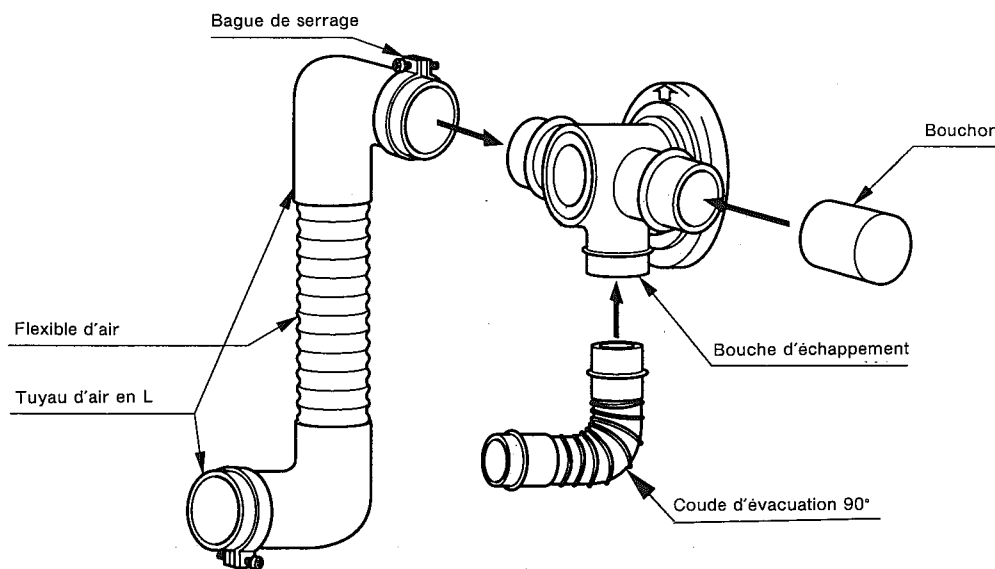

Fig. 14
8. Montez le coude d'évacuation 90° à la bouche d'échappement du tuyau d'évacuation. Au besoin, coupez le flexible d'air. Fixez le tuyau d'air en L aux deux bouts du flexible d'air; fixez ensuite le tuyau d'air en L sur la bouche d'amenée du tuyau d'évacuation à l'aide d'une bague de serrage. Bouchez les trous d'amenée et d'échappement qui ne vont pas servir à l'aide des bouchons qui font partie de la livraison. Vérifier les bouchons sont bien fixés (Voir fig. 14).